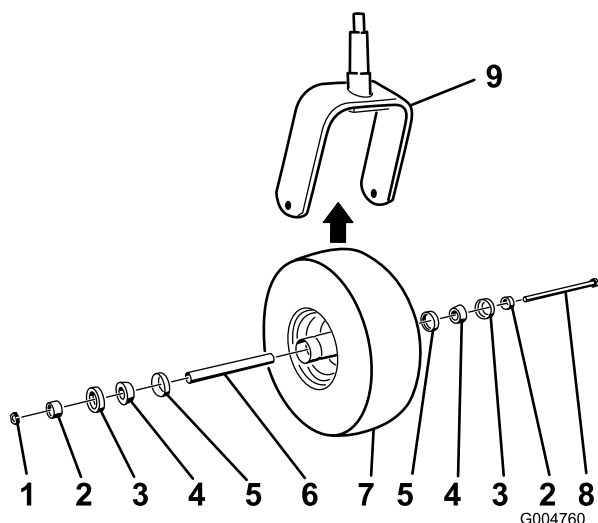

Figura 45
2. Retire a porca de bloqueio do parafuso (Figura 45).
5. Monte a roda empurrando os rolamentos cónicos e vedantes, cheios de massa lubrificante, para dentro do cubo da roda, posicionado conforme ilustrado em Figura 45.